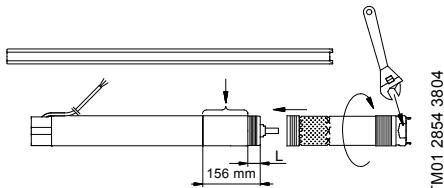

Abb. 6
1. Motor horizontal in einen Schraubstock einspannen, siehe Abb. 6.
Ein Schraubenschlüssel darf an den Spannflächen des Pumpenteils benutzt werden, siehe Abb. 6.